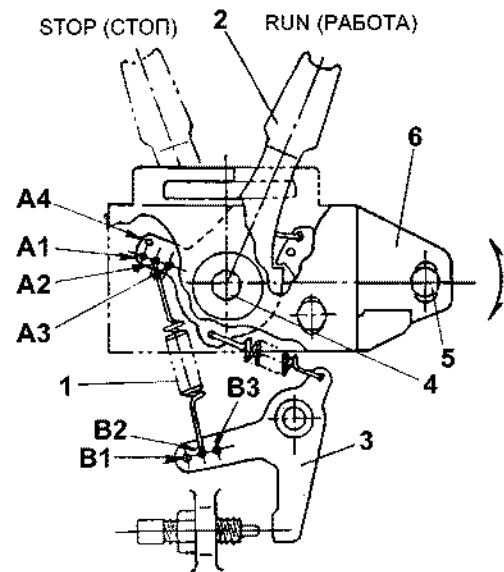

Рис. 50
2. Проверьте отверстие А или В, где установлена пружина регулятора (Рис. 50, (1)).
Имеются 4 отверстия А1 - А4 для рычага регулировки оборотов двигателя (Рис. 50, (2)) и 3 отверстия В1 - В3 для рычага регулировки оборотов двигателя (Рис. 50, (3)), и выбирается по одному из них.
1. Установите рычаг регулировки оборотов двигателя (Рис. 50, (2)) в положение RUN (РАБОТА) и запустите двигатель.
2. Немного ослабьте болты (Рис. 50, (4)) и (Рис. 50, (5)) и сдвиньте кронштейн (Рис. 50, (6)) в направлении стрелки, чтобы получить указанную максимальную скорость без нагрузки N.
3. Удерживайте кронштейн, пока поддерживается указанная скорость, и затяните болты (Рис. 50, (5)) and (Рис. 50, (4)).